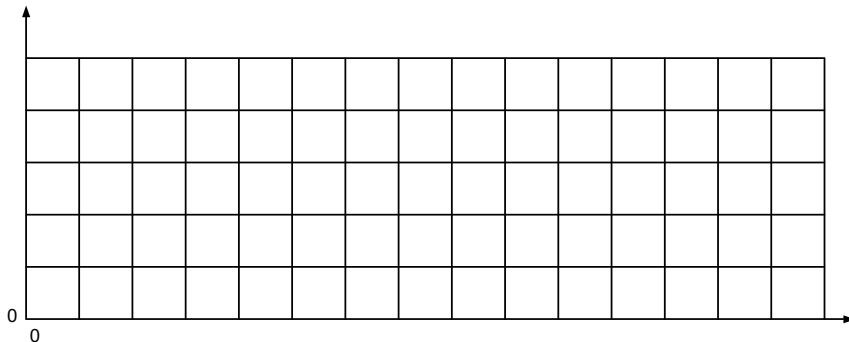

Figura 2.5. Diagrama espacio-tiempo.
14. Trazar el diagrama espacio-tiempo del circuito en la figura 2.5.